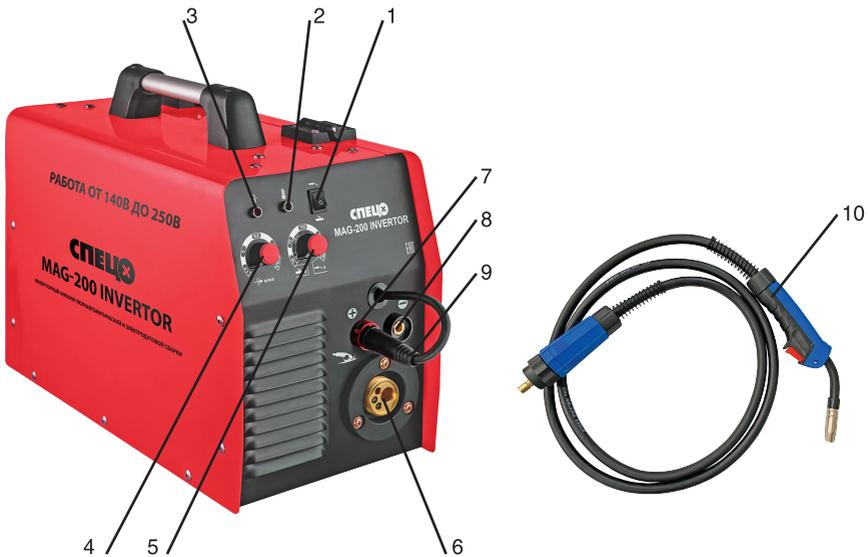

Рисунок 1. Общий вид.
На рис.1 представлен общий вид полуавтомата.
7.1.3. Включить аппарат выключателем на задней панели, загорится индикатор-2, см.рис.1.
7.1.4. Клавишей выбора режимов-1, см. рис.1, выбрать режим «ММА»
7.1.5. Установить регулятор сварочного тока-5, см.рис.1, в необходимое положение.
7.2.1 Подсоединить газовую горелку, затем кабелем-9, см. рис. 1, выбрать необходимую полярность на горелке
7.2.9. Включить аппарат выключателем на задней панели, загорится индикатор -2, см. рис. 1.
7.2.10. Клавишей выбора режимов-1, см. рис. 1 выбрать режим MAG